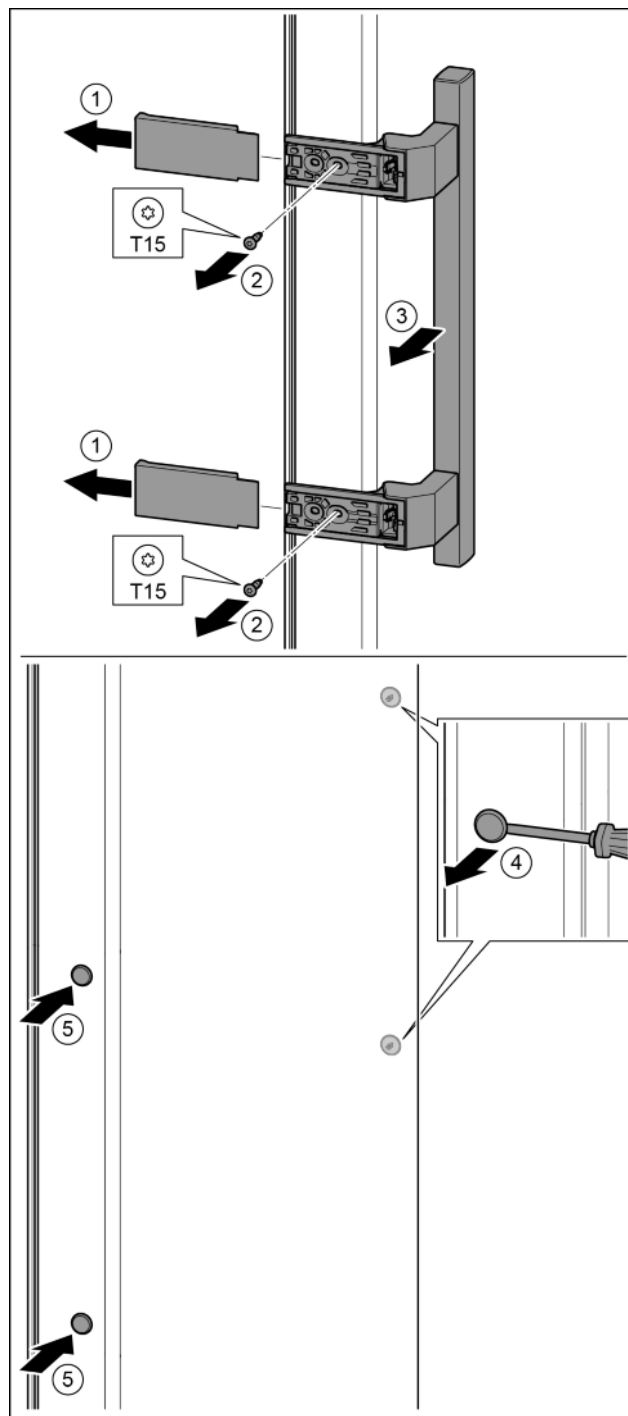

Fig. 33
- Zdjąć osłonę. *Fig. 33 (1)*
- Śruby wykręcić przy pomocy śrubokręta T15. *Fig. 33 (2)*
- Zdjąć uchwyt. *Fig. 33 (3)*
- Boczną zatyczkę ostrożnie podważyć przy pomocy śrubokręta i wyjąć. *Fig. 33 (4)*
- Zatyczkę założyć ponownie z drugiej strony. *Fig. 33 (5)*